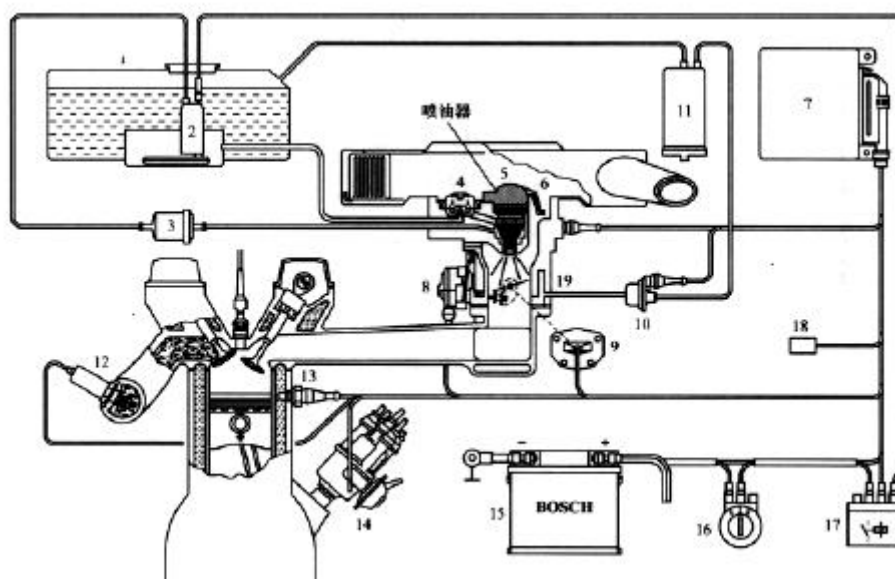

图 1-8 Mono-Jetronic 低压中央喷射系统
此外, 1980 年, 美国通用 (GM) 公司推出了一种节气门体燃油喷射系统 (TBI, 又称单点喷射)。1985 年德国博世 (Bosch) 公司又推出了 Mono-Jetronic 低压中央喷射系统 (图 1-8)。